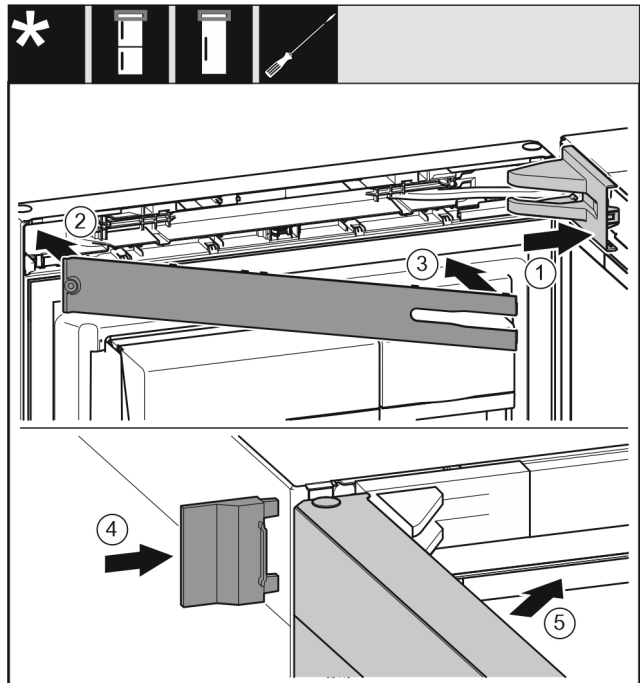

Fig. 49
- ▶ Встановіть та зафіксуйте кришку опорного кронштейна, у разі необхідності – обережно розтисніть. Fig. 49 (1)
- ▶ Встановіть панель. Fig. 49 (2)
- ▶ Поверніть і зафіксуйте панель. Fig. 49 (3)
- ▶ Насуньте зовнішню кришку. Fig. 49 (4)
- ▶ Закрийте верхні дверцята. Fig. 49 (5)